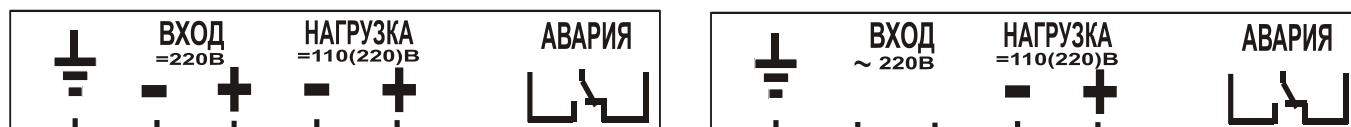

Рис.2
**5.3.** Подключить, соблюдая полярность, нагрузку к клеммнику ИПС кабелем с сечением медных проводов не менее 1,5 кв.мм. (см. рис.2).